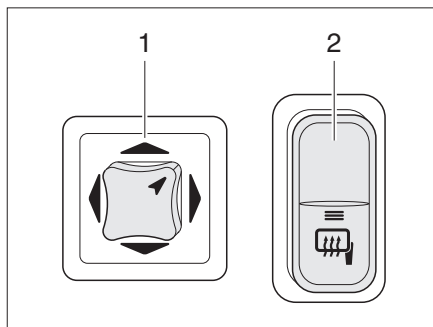

Bild 28 Reglage för elmanövrerade ytterspeglar och spegelvärme
Ställa in: ■ Bestäm vilken spegel som ska ställas in. Vrid för detta vridströmställaren (Bild 28,1) åt vänster eller höger.
■ Ställ in spegeln genom att trycka knappen (Bild 28,1) i motsvarande riktning.
Slå på värmen: ■ Tryck på brytaren (Bild 28,2). Kontrollampen på brytaren lyser orange och visar att funktionen aktiverats.